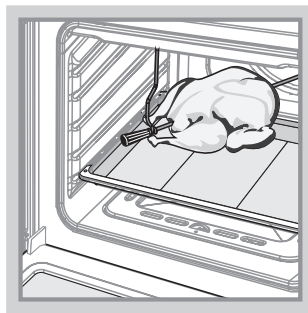

Рис.7
- Насадите на штык кусок мяса или тушку птицы и закрепите его вилок посредством крепежных винтов. Закрепленный на штыке кусок мяса должен находиться точно под грилем (рис. 7).